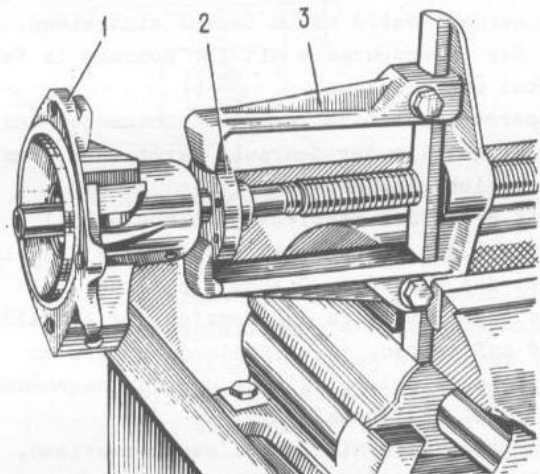

Bild 2-103. Ausbau der Riemenscheibennabe der Pumpe:
- Nabe 2 (Bild 2-103) der Lüfterriemenscheibe mit Hilfe der Vorrichtung A.40005/115 von Welle abziehen;